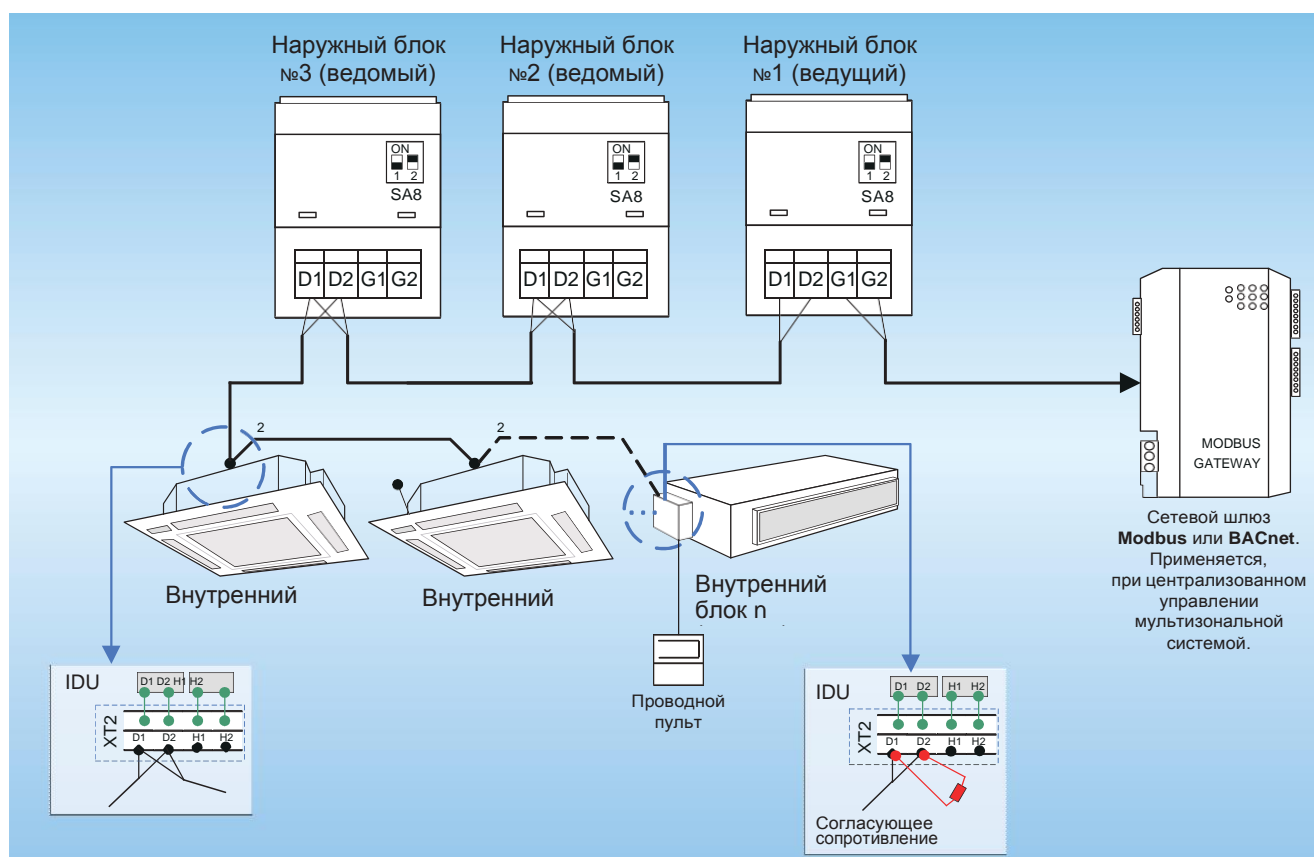

Рис. 8.3.
8.2.4. Межблочный кабель подключается к клеммам D1/D2 на клеммной панели XT2 (рис. 8.3).